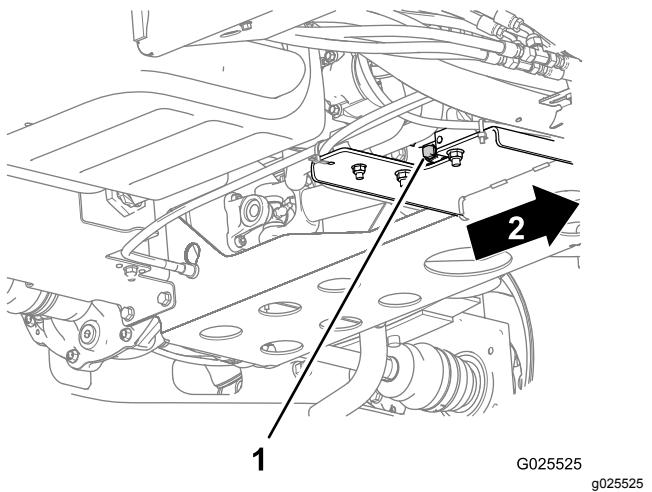

Figura 44
- Coloque un recipiente grande debajo del tapón de vaciado (Figura 44).
- Retire el tapón de vaciado y deje fluir el aceite a un recipiente apropiado (Figura 44).